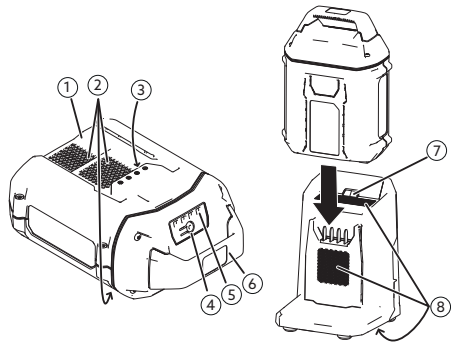

Figura 2
2. Alinee el hueco de la batería (Figura 2) con la lengüeta del cargador.
4. Introduzca la batería en el cargador hasta que esté completamente asentada (Figura 2).